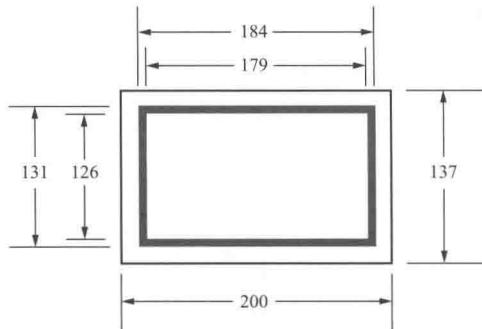

图 1-24 接地刀闸标志牌尺寸参考类型（二）
- (3) 接地刀闸标志牌尺寸参考类型（二）如图 1-24 所示。
- (4) 对于特殊情况的接地刀闸其标志尺寸可采用等比例放大或缩小。